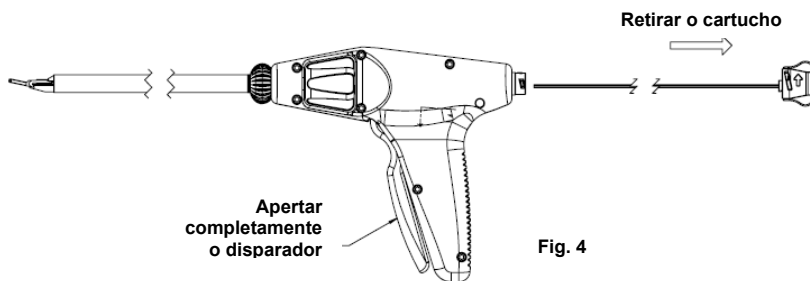

Fig. 4
1. Retire e elimine o cartucho descartável de cliques apertando completamente o disparador contra o punho, como se mostra na Fig. 4. Se não tiverem sido disparados todos os cliques, apertar o punho e retirar o cartucho, provocará a activação e aplicação de um clipe. Neste caso, assegure-se de disparar o clipe activado em algo, tal como um pano, para que o clipe contaminado não caia no chão, se prenda às mandíbulas ou caia dentro do eixo do instrumento, o que poderia causar um bloqueamento ou um risco para a segurança. (Este passo serve de nota de advertência nos passos de "Limpeza e Esterilização". A Microline não se responsabilizará por qualquer dano que ocorra como consequência da falta de cumprimento desta advertência).